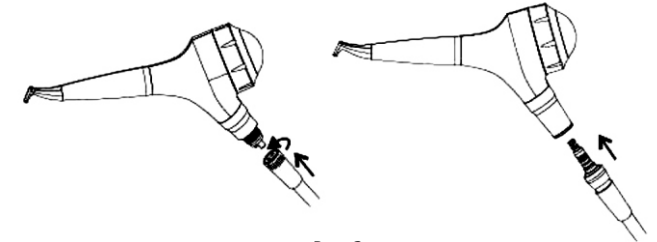

Рис. 2
1. Подключение к быстросъемному соединению или шлангу стоматологической системы (рис. 2)